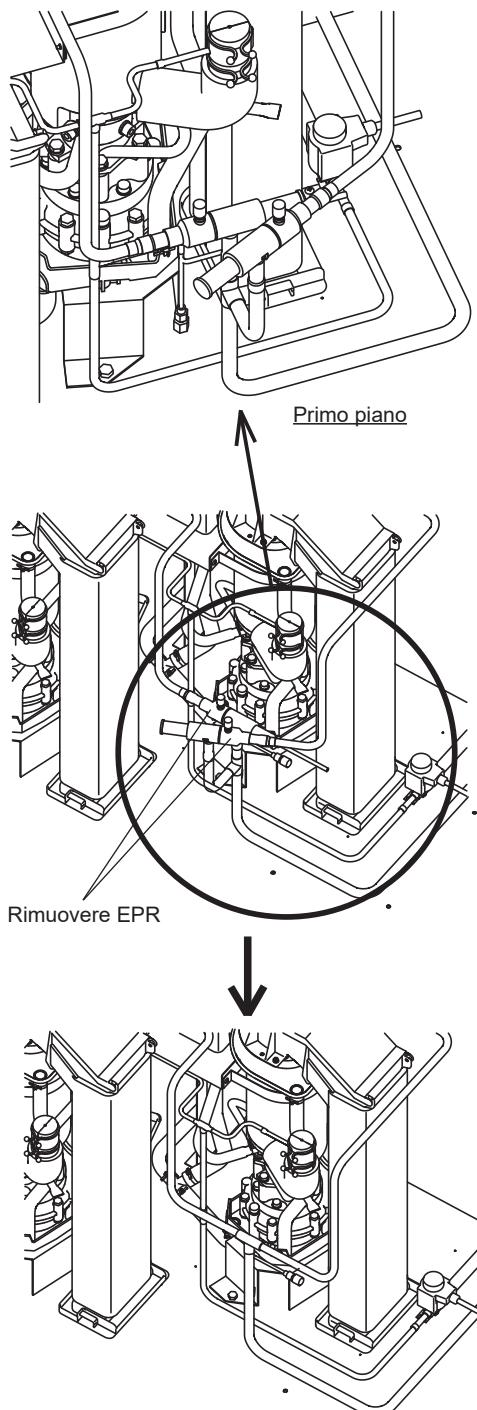

Fig. 8
- 1) Se la pressione di aspirazione dell'unità di condensazione è superiore a 0,10 MPa (1,05 bar), rimuovere l'EPR (regolatore della pressione di evaporazione) dalla linea di aspirazione. Vedi Fig. 8.